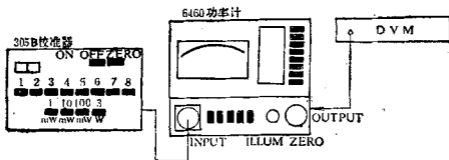

图2 检定功率计连接示意图
20.1 将305B校准器、6460功率计及DVM按图2连接。接通所有仪器电源,预热15—20min(分钟),使仪器处于稳定状态。